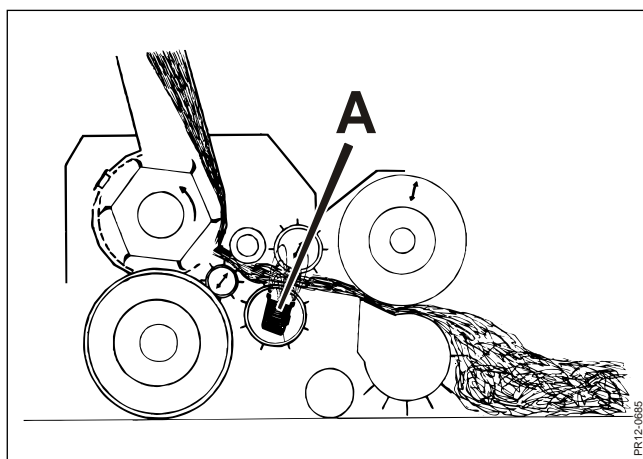

Fig. 5-1
**Fig. 5-1** På maskinen er et magnetkar **A** (en føler) monteret i nederste forreste indføringsvalse. Magnetkarrets funktion er at detektere magnetisérbart metal (ferritiske metaller).